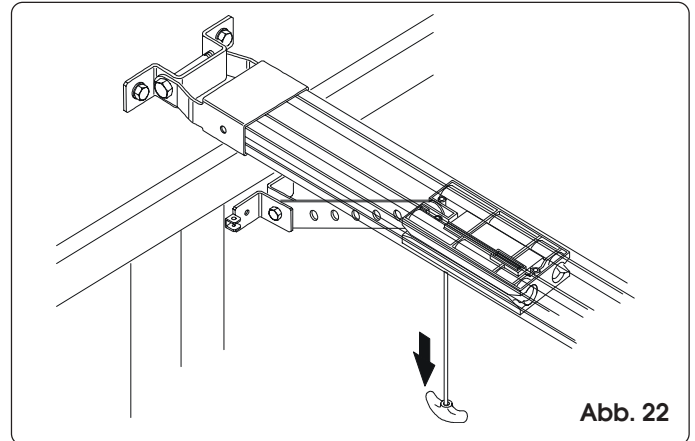

Abb. 22
- 3) Ziehen Sie den Entriegelungsgriff nach unten und überprüfen Sie, ob Sie das Tor von Hand bewegen können (Abb. 22).